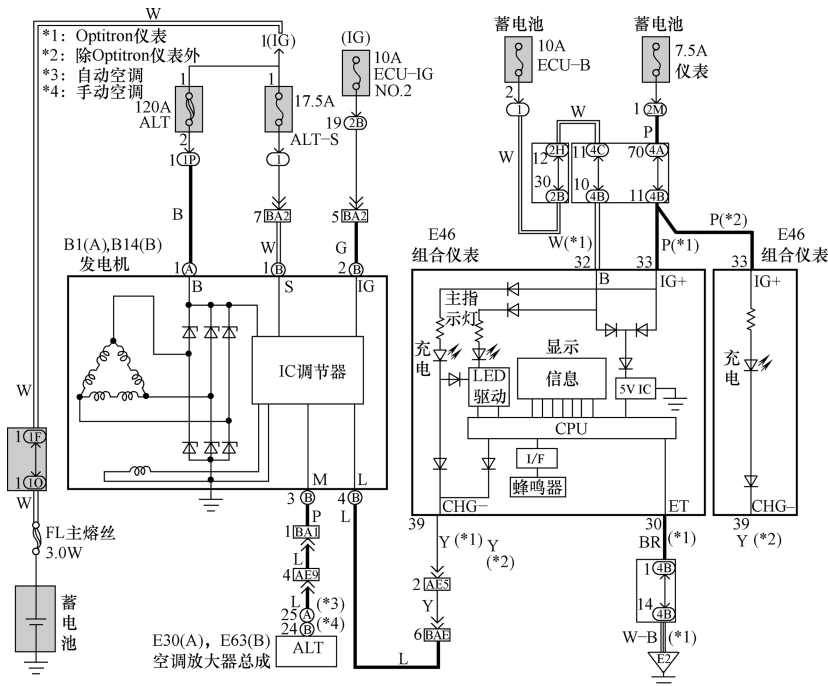

图 4-23 丰田卡罗拉充电电路
(1) **充电电路** 发电机 A1 端→120A 熔丝→FL3.0W 主熔丝→蓄电池→蓄电池接地点→发电机接地点, 如图 4-23 所示。